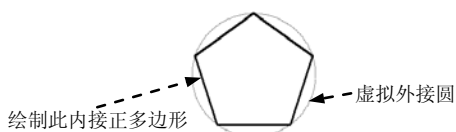

图 2.2.6 绘制内接正多边形
在绘制内接正多边形时，需要指定其外接圆的半径，正多边形的所有顶点都在此虚拟外接圆的圆周上（图 2.2.6）。下面说明其绘制的一般操作步骤。
Step5. 在命令行 **指定圆的半径** 的提示下，选取绘图区中的某一点——点 B 以确定外接圆的半径（也可以直接输入外接圆的半径值），此时系统便绘制出图 2.2.6 所示的内接五边形（AB 连线的长度就是正多边形的外接圆的半径）。